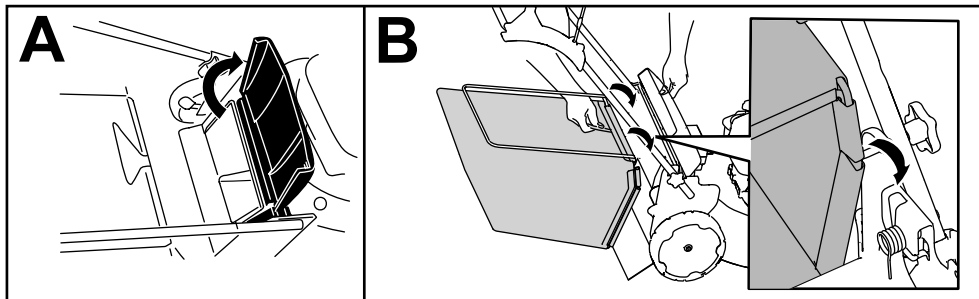

Figura 11
1. Faça subir e mantenha elevado o defletor traseiro (A da Figura 11).
2. Coloque o saco da relva. Garanta que os pinos no saco encaixam nos entalhes na pega (B da Figura 11).